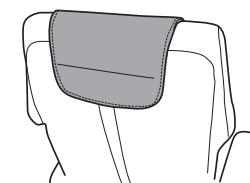

Fig.11
4. Placez l'oreiller nucal à la hauteur souhaitée; un aimant le maintient en place (Fig.11).